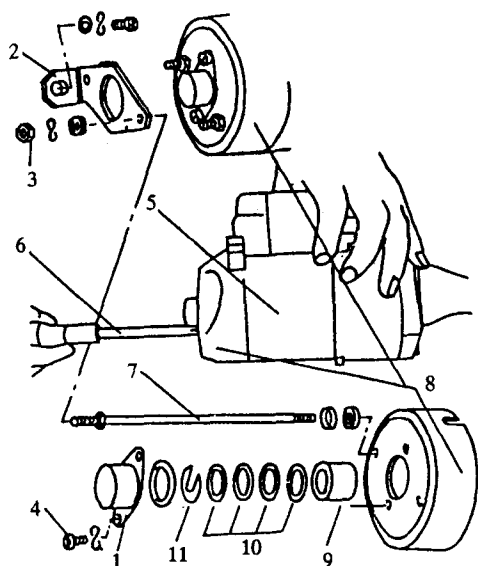

图 1-15 炭刷端端盖的拆卸
(1) 起动机的分解
①炭刷端端盖的拆卸,如图 1-15 所示。首先旋下螺栓 4,从起动机电刷端端盖 8 上拆下衬套座 1,从电枢上取下挡圈 11 后取出衬套 9 和调整垫圈 10,再旋下螺母 3,从起动机 5 上取接线片 2 和炭刷端端盖 8,并旋下长螺栓 7。